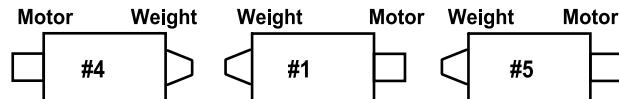
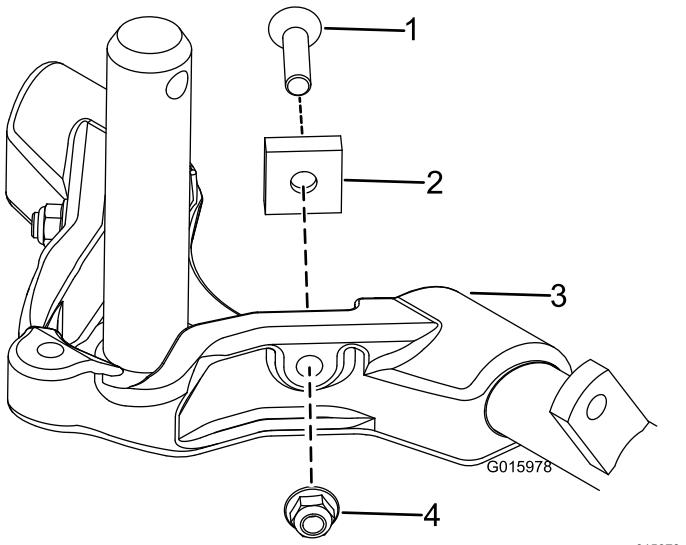

Figura 12
Figura 15
6. Aumente el alcance de la dirección de las unidades de corte traseras retirando los 2 espaciadores de pivote, tornillos allen y contratuerca con arandela prensada (Figura 15) de los bastidores de tiro de las unidades de corte traseras (Nº 2 y Nº 3) (Figura 12).